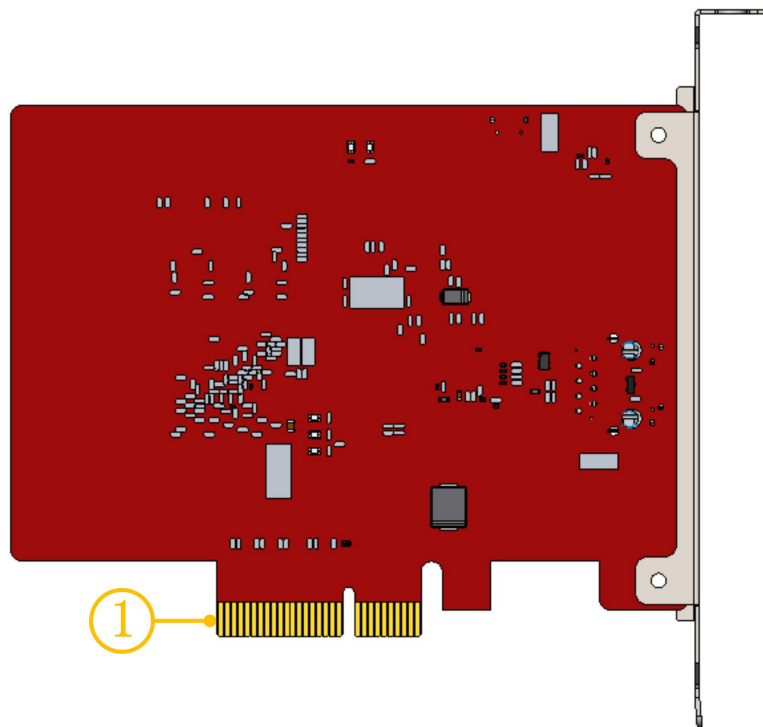

图 6 金手指接口图
BMC228B 主站卡 PCIE 物理接口为 X4(图 6 中①)，可用于 X4, X8, X16 接口，BMC228B 主站卡 PCI Express 协议标准为 V2.0 (Gen2)，对主板的要求如表 2-3。